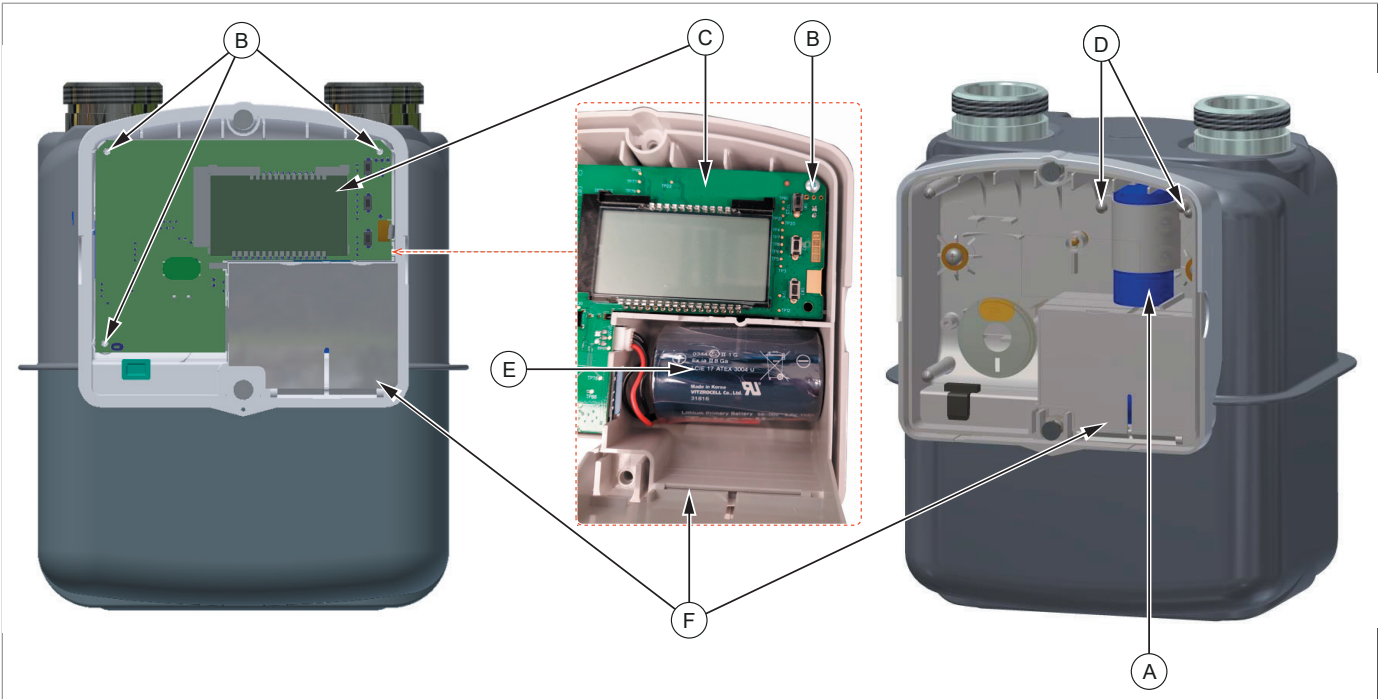

Fig. 10.13. Remoção da bateria
Para remover a bateria metrológica (A), proceder como descrito em Tab. 10.666 (referindo-se a Fig. 10.13):
Para retirar a bateria de comunicação (E), proceder como descrito em Tab. 10.67 (consultar Fig. 10.13.):